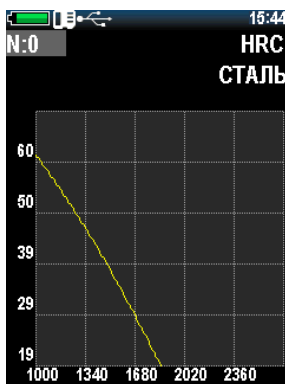

Рисунок 2.35 – Окно градуировки
3. Нажмите «  », и на дисплее откроется окно градуировки (рис. 2.35).